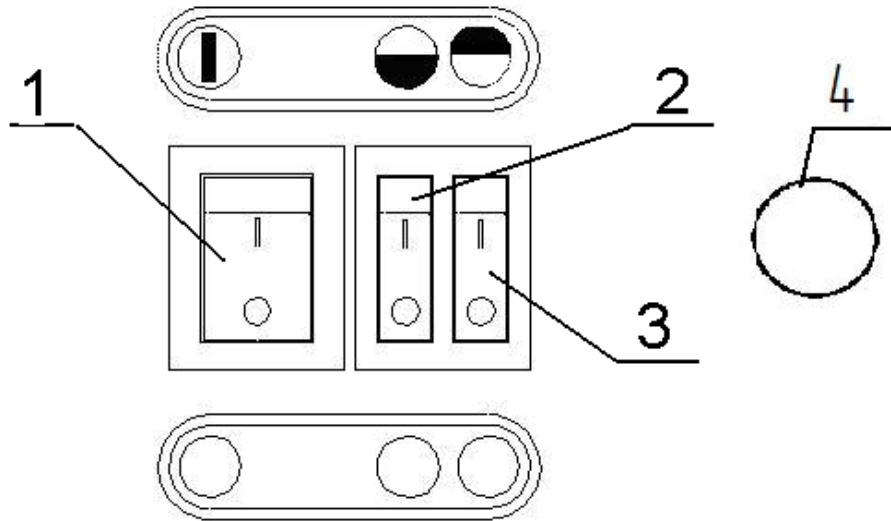
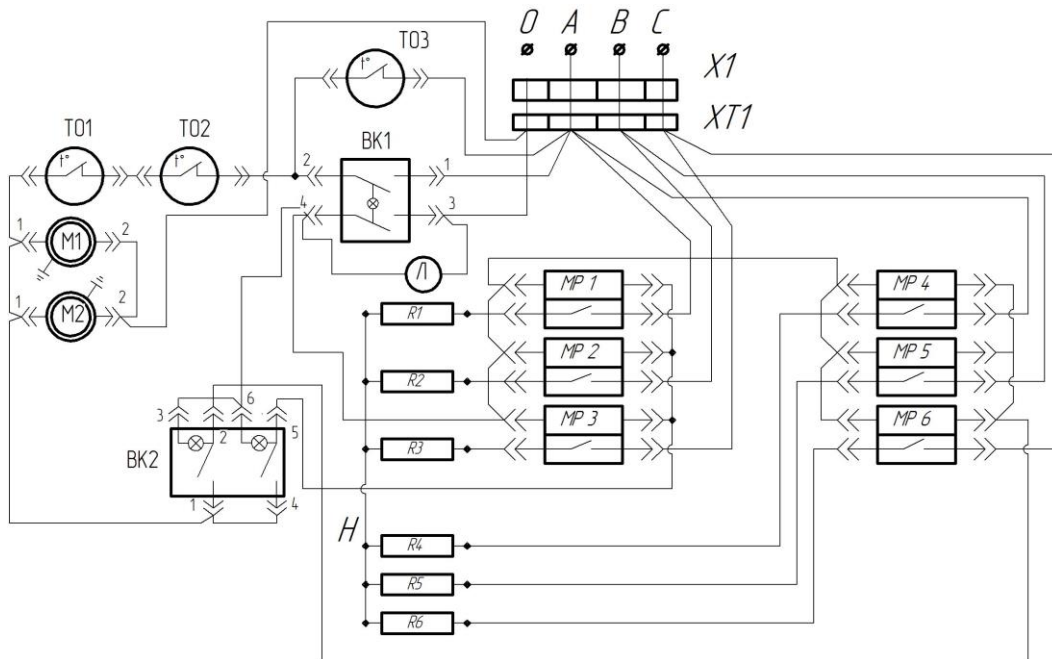

Рис. 1 Кнопки управления.
Рис.2 Схема электрическая принципиальная ТЗ-6, ТЗ-9.
Схема электрическая принципиальная приведена на рис.2. Положение клавиш управления на рис.1.
- 7.1.1. Для включения режима воздушной завесы необходимо: включить клавишу сетевого выключателя (поз.1, рис.1) в положении ①, при этом включаются вентиляторы и загорается подсветка клавиши, создается режим «воздушный занавес».
7.2.1. Для подогрева воздуха в режиме 1 установить клавишу позиции 2 (рис 1) в положение «●», при этом загорится лампочка подсветки клавиши и включатся три нагревателя мощностью 3 кВт (ТЗ-6) и 4,5 кВт (ТЗ-9). Для работы в режиме 2 установить клавиши 2 и 3 (рис.1) в положение «●» и «●» при этом горит подсветка всех клавиш и завеса работает с полной мощностью 6 кВт (ТЗ-6) и 9 кВт (ТЗ-9).